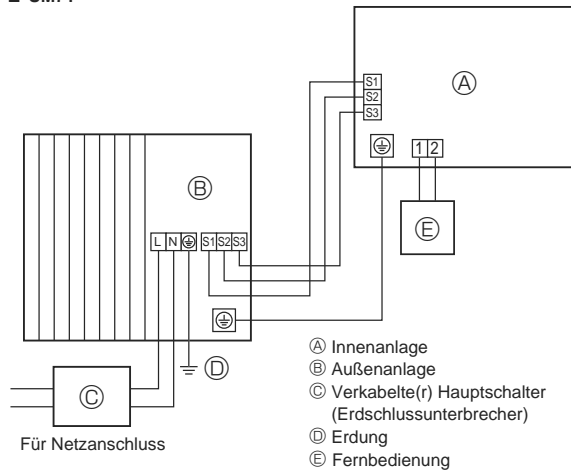
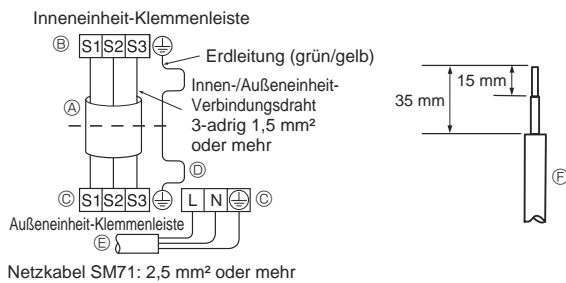
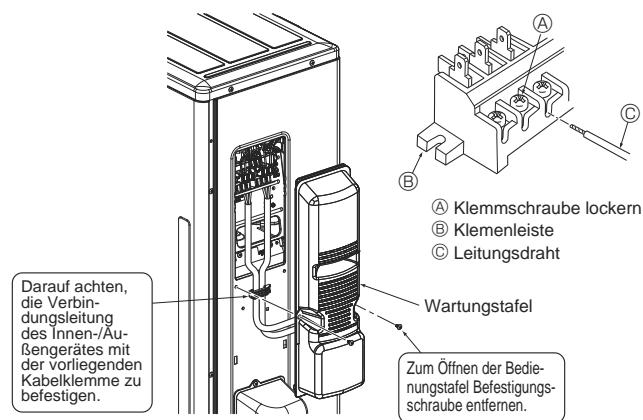

Fig. 6-1
Fig. 6-2
Fig. 6-3
6.1. Außeneinheit (Fig. 6-1, Fig. 6-2, Fig. 6-3)
- ① Die Wartungstafel entfernen.
- ② Die Kabel wie in den Fig. 6-1, 6-2 und 6-3 gezeigt verlegen.
- Verdrhtung wie in der Abbildung links unten dargestellt vornehmen. (Kabel ist vor Ort zu beschaffen) (Fig. 6-2)
- (A) Anschlußkabel
- (B) Inneneinheit-Klemmenleiste
- (C) Außeneinheit-Klemmenleiste
- (D) Achten Sie darauf, daß das Erdungskabel länger ist als die anderen, spannungsführenden Kabel.
- (E) Netzkabel für die Stromversorgung
- (F) Leitungsdraht